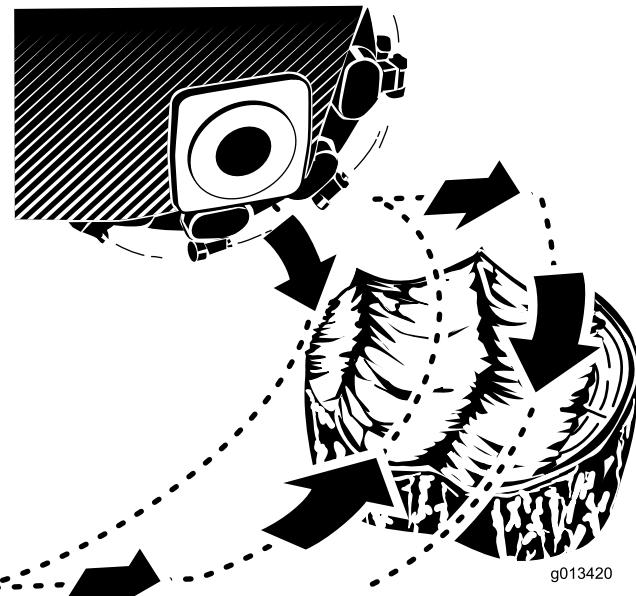

Figura 17
2. Utilice la palanca de control del desbastador y el control de la tracción para posicionar el desbastador al lado de la parte delantera del tocón, aproximadamente a 2 cm por debajo de la superficie (Figura 17).
4. Utilice la palanca de control del desbastador para desplazar el desbastador lentamente por la cara del tocón, eliminando una banda de madera en forma de virutas (Figura 17).
5. Mueva la máquina hacia adelante unos centímetros y repita el paso 4(Figura 17).
6. Repita los pasos 4 a 5 hasta que haya desbastado toda la cara del tocón (Figura 17).